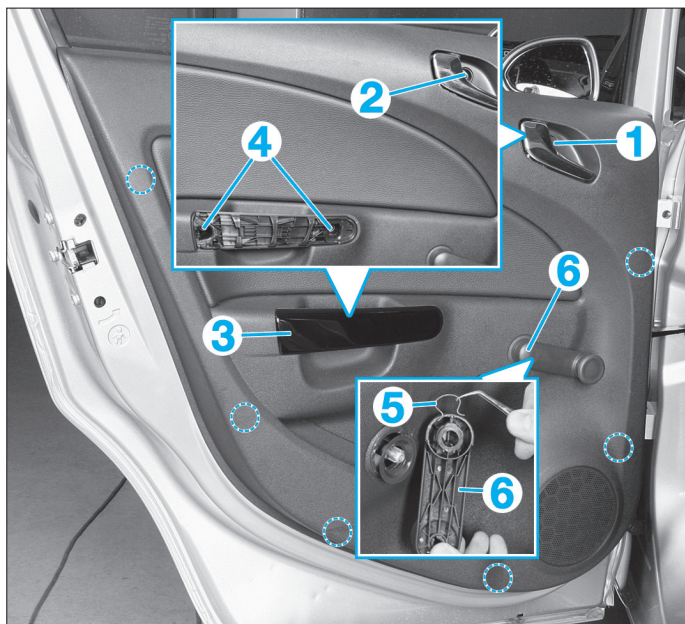

Fig. 41
- Dégrafer le cache (1) (Fig.41).